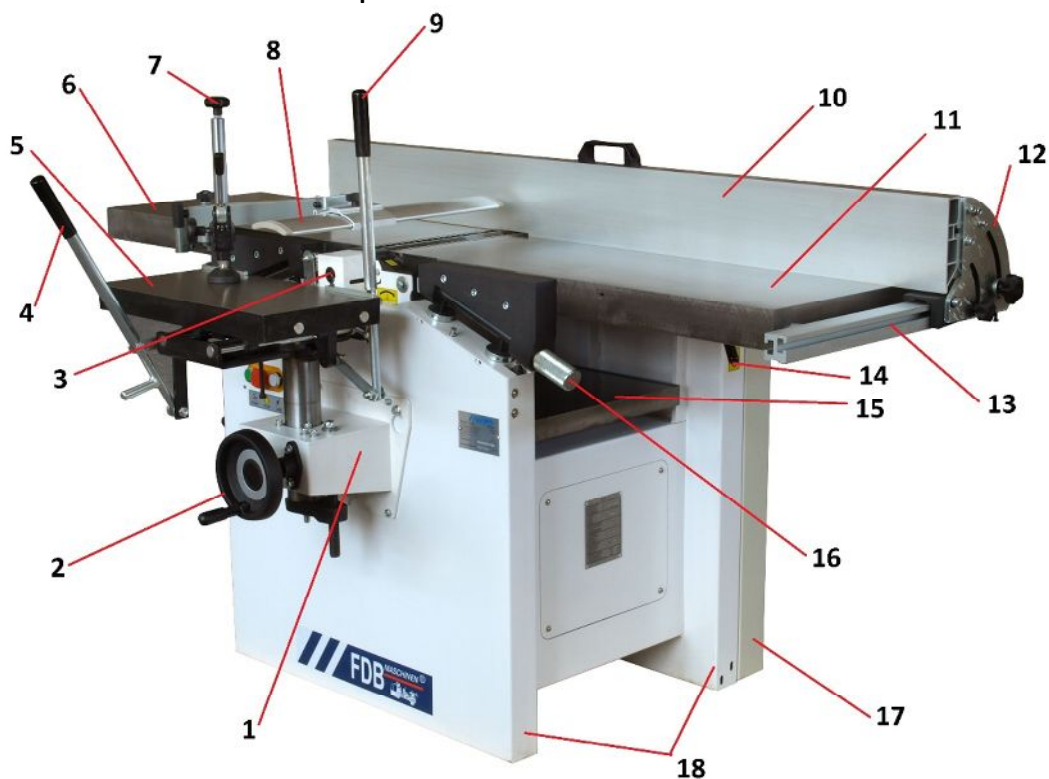
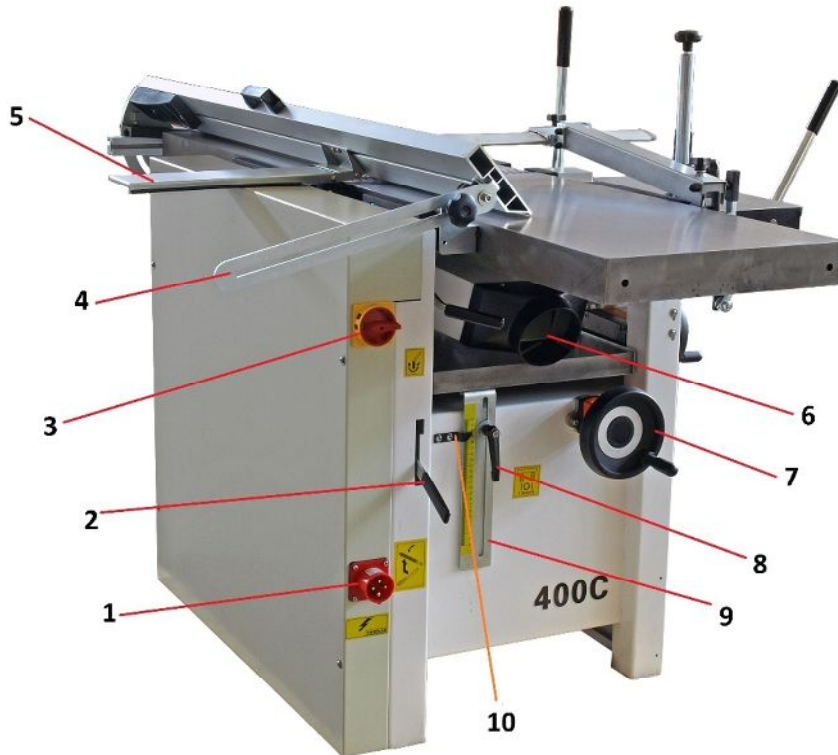
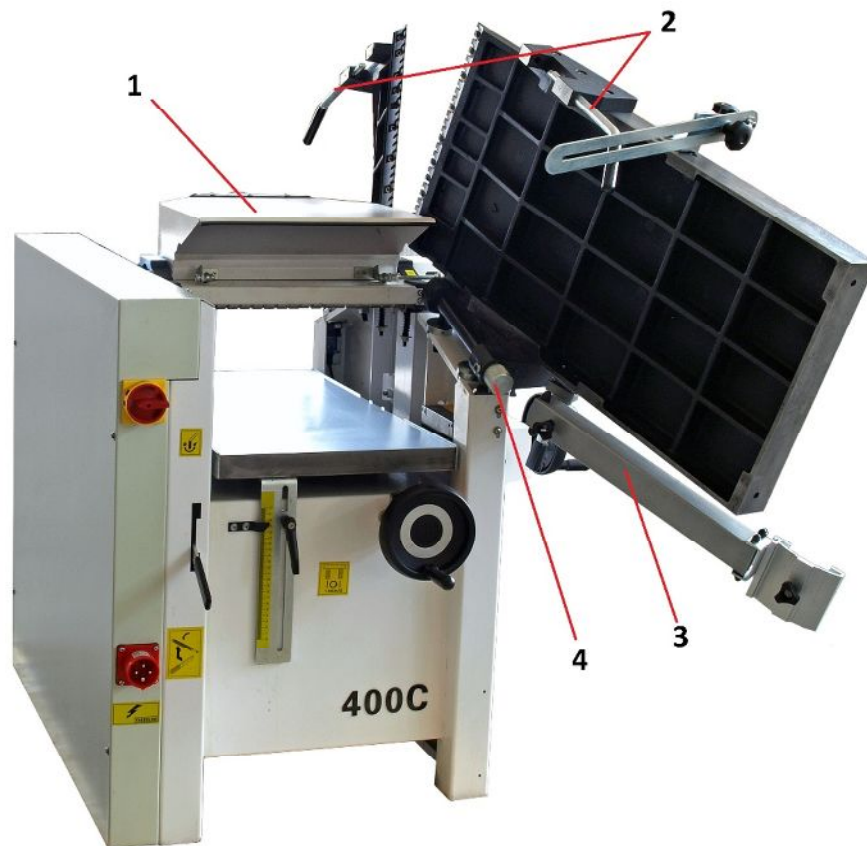
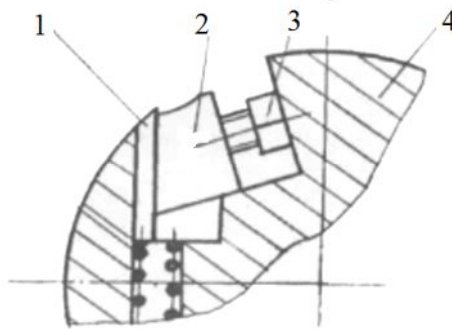

Рис. 1.1 Принципиальное устройство станка:
Рис. 1.2 Принципиальное устройство станка:
Рис. 1.4 Принципиальное устройство станка:
Рис. 1.7 Принципиальное устройство станка:
- долбежное приспособление (поз. 1 рис. 1.1);
- защитный кожух (поз. 3 рис. 1.1) сверлильного патрона;
- линейку (поз. 13 рис. 1.1) поперечного перемещения с направляющим упором (поз. 13 рис. 1.1);
- кронштейн (поз. 3 рис. 1.4) с защитным кожухом (поз. 8 рис. 1.1) строгальных ножей рабочего вала;
- защиту строгальных ножей (поз. 4 рис. 1.2).
- проверьте надёжность крепления кожухов станины (поз. 17 рис. 1.1);
- подсоедините станок к электрической сети, включите главный выключатель (поз. 3 рис. 1.2) – в окошке будет символ «I». О подачи напряжения на станок будет свидетельствовать светящийся индикатор (поз. 5 рис. 1.3);
- со снятыми защитными устройствами, которые предусмотрены конструкцией станка (поз. 1, поз. 7 рис. 1.1; поз. 1 поз. 2 рис. 1.2);
Для замены или регулировки строгальных ножей подымите столы строгальные (поз.6, 11 рис. 1.1), как указано на рис. 1.4, ослабьте болты (поз. 3 рис. 1.7) клина (поз. 2 рис. 1.7). Выполните замену строгальных ножей. Строгальные ножи должны быть выставлены максимально точно по отношению друг к другу. Рекомендуется устанавливать ножи на одном уровне с поверхностью приёмного стола или выше него, но не более чем 0,05 мм.
- отключите подачу рейсмуса (поз. 2 рис. 1.2);
Поверхность стола должна быть на одном уровне со строгальными ножами. При необходимости выполните регулировку стола, поворачивая рукоятку (поз. 4 рис. 1.4) в необходимом направлении;